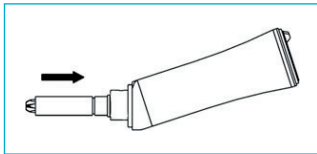

Fig. 10
- Connectez l'arbre de transmission. (Figure 10)